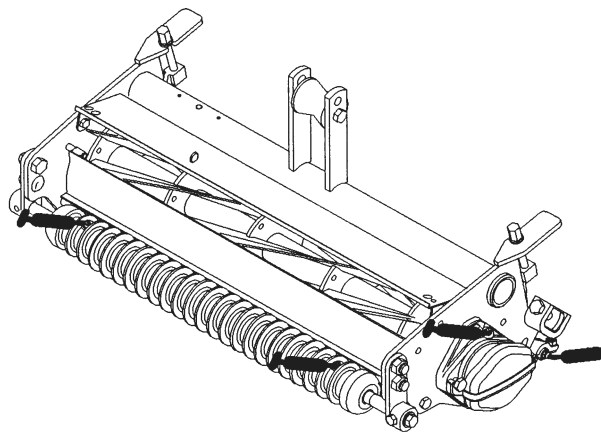

Fig. 5
1. Fedtfittingernes placering og antal er som følger: bundknivens drejetap (1) cylinderlejer (2) og front- og bagrullerne (2 af hver) (Fig. 5)